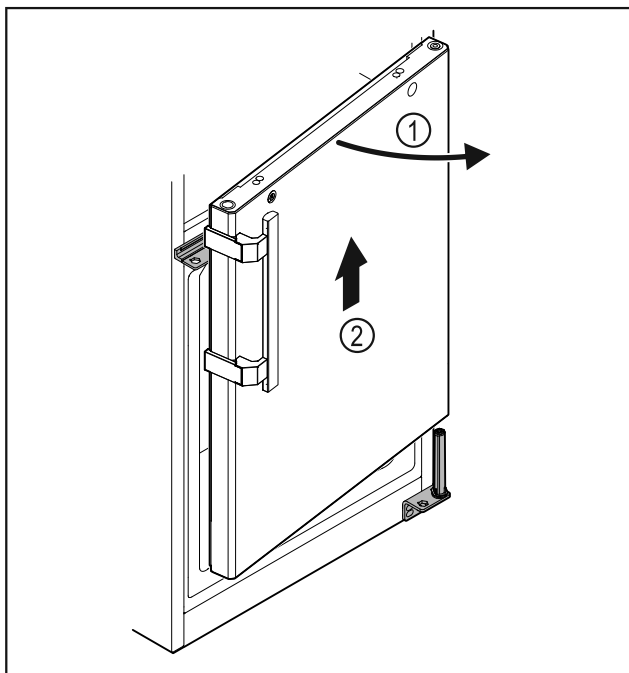

Fig. 27
- Zľahka otvorte dvere Fig. 27 (1), zdvihnite ich cca 200 mm rovno nahor a odoberte Fig. 27 (2).